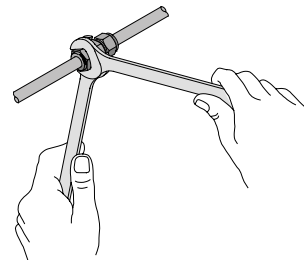

Рис. 7 Затяжка гайки гаечным ключом
14. Трубные обжимные фитинги среднего давления 3/4 дюйма. Отметьте на гайке точку, соответствующую положению часовой стрелки, указывающей на 6 часов. Удерживая корпус фитинга в неподвижном положении, затяните гайку гаечным ключом на одну треть оборота. Дополнительную информацию и сведения об альтернативном методе установки по крутящему моменту см. в *Инструкциях для трубных обжимных фитингов Swagelok среднего давления, MS-CRD-0096*. Все остальные фитинги. Отметьте на гайке точку, соответствующую положению часовой стрелки, указывающей на 6 часов. Удерживая корпус фитинга в неподвижном положении, затяните гайку гаечным ключом на пол-оборота. См. рис. 7.